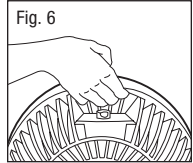

Fig. 6
- Para trasladar el ventilador, apáguelo y levántelo tomándolo por el asa oculta en el aro exterior del ventilador (Fig. 6)